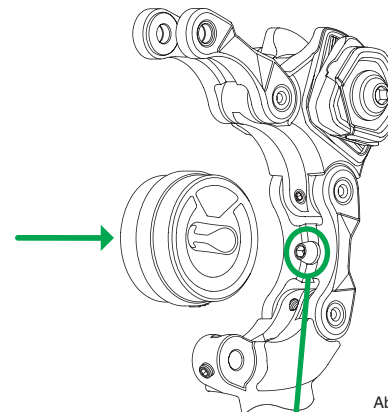
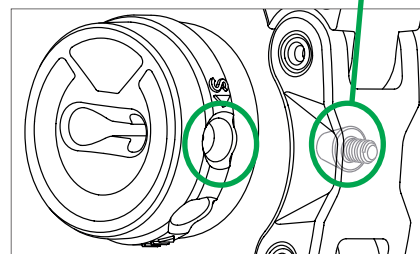

Abb.10.2.1
Abb.10.2.2
1. Wählen Sie die Charakteristik des Elastomer Dämpferelements die Sie wünschen oder bevorzugen, "S"(Soft) für weicher ansprechende Charakteristik und "H" (Hart) für härter ansprechende Charakteristik und positionieren das Elastomer - Dämpferelement entsprechend im Justierungsdorn des vorderen Federarms. (s. Abb.10.2.1 und Abb.10.2.2).